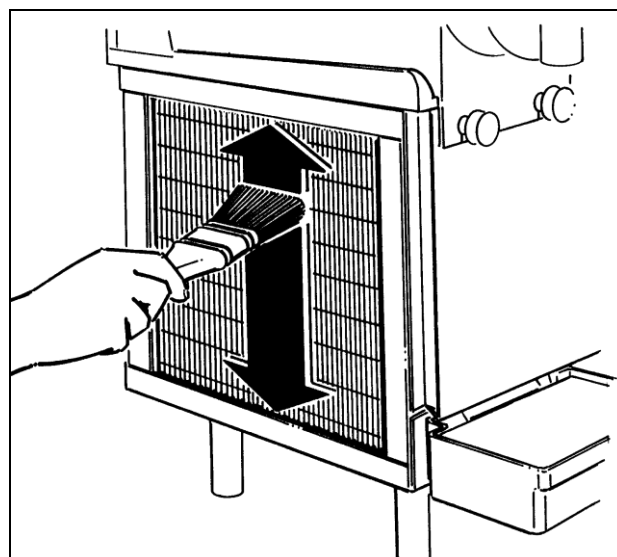

Fig. 22
- Pulire le alette del condensatore rimuovendo la polvere da quest'ultimo con un pennello o con un'aspirapolvere (vedi fig.22).